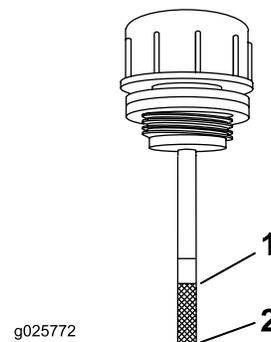

Рисунок 71
5. Очистите зону вокруг измерительного щупа бака гидравлической системы (Рисунок 71).
6. Извлеките измерительный щуп из гидравлического бака (Рисунок 71).
8. Извлеките щуп и посмотрите на его конец (Рисунок 71). Если уровень жидкости находится на отметке «добавить», медленно долейте в гидравлический бак ровно столько жидкости, чтобы поднять уровень до отметки «полный».